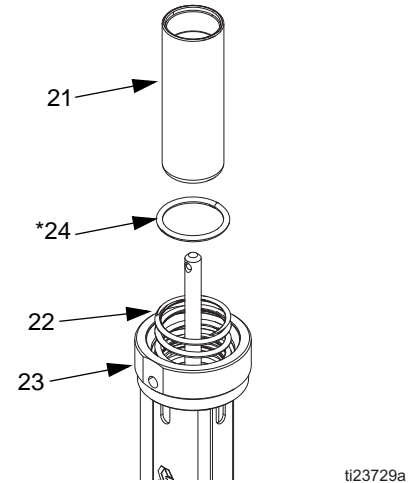

FIG. 15
6. Glisser le piston d'air (21) pour le sortir par le dessus de la base (23) du moteur pneumatique. Enlever le joint torique (24*) de la base du moteur pneumatique. Vérifier si aucune des pièces, y compris le ressort (22) dans la base du moteur pneumatique, est endommagée. Voir FIG. 15.